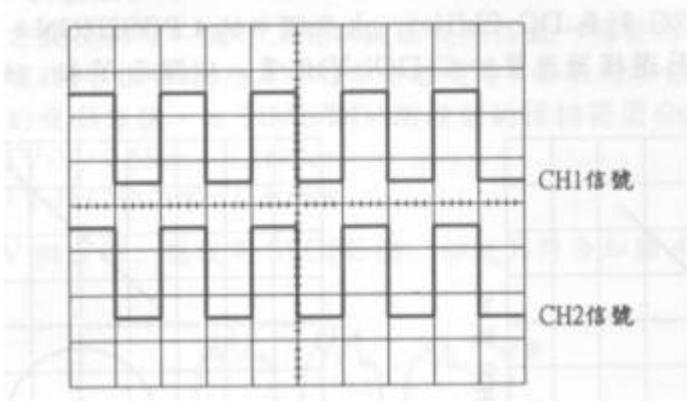

图 4-4
按下 AC-DC-GND 的 AC 键后调 ◆ POSITION 钮 (37)(40)，以使两条轨迹如图 4-4 般显示。